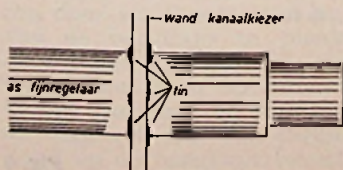

Fig. 2
- Fijnregelaar van de kanaalkiezer draait te zwaar of zit vast, door restanten tin (zie fig. 2). We halen voorzichtig de spoelenwals uit de kanaalkiezer en met een klein vijltje verwijderen we overtollig tin. Nu alles weer in elkaar zetten en de fijnregelaar draait.